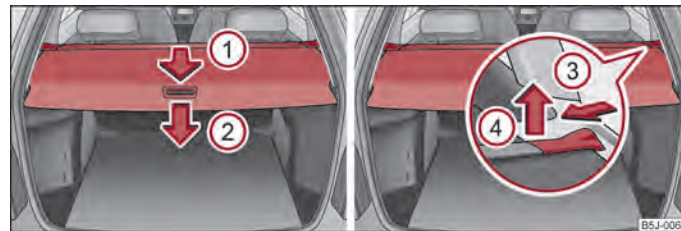

Fig. 49 Portbagajul: masca rulată a portbagajului/Scoaterea măștii rulante a portbagajului ▶
- Trageți masca rulantă din portbagaj până la limită în sensul indicat ① în poziția asigurată ⇒ fig. 49.
- Pentru transportarea bagajelor voluminoase, masca rulantă a portbagajului se poate demonta, apăsând bara transversală dintr-o parte, în direcția săgeții ③ și trăgând masca în sensul indicat de săgeata ④ ⇒ fig. 49.